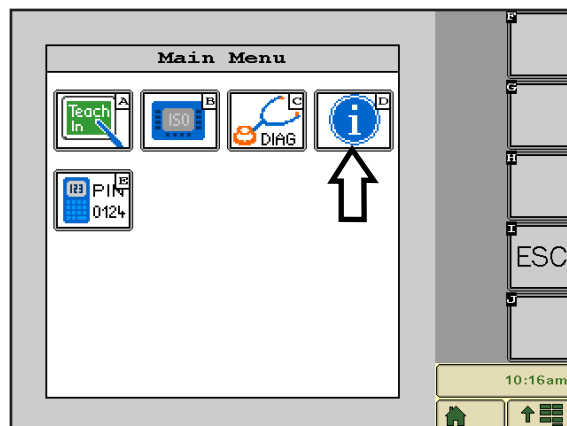
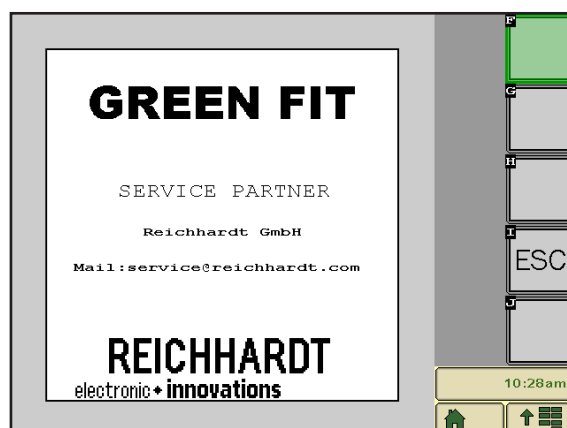

Fig. 25: Consultare le informazioni di sistema
Fig. 26: Service partner
Nel menu principale, selezionare il simbolo i (D) per accedere alle informazioni di sistema (vedere Fig. 25) e visualizzare il partner di assistenza (vedere Fig. 26).